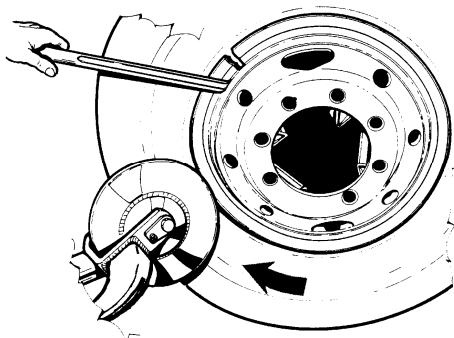

Рис.41
- На начальной стадии монтажа удерживайте закраину обода на месте с помощью монтировки (Рис. 41).